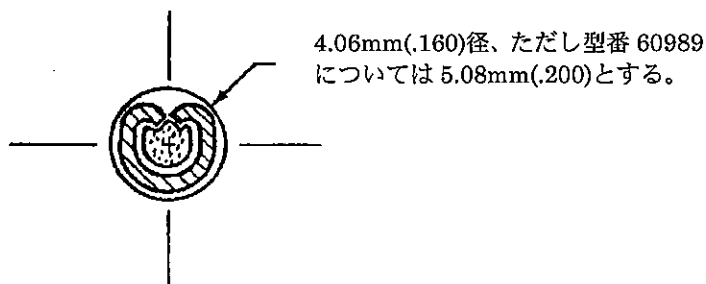

Fig.2
(1). 圧着した絶縁被覆抑えは、Fig.2 に示すようにコンタクトの中心線上に中心を有する径 4.06mm (.160) の円周区域内に入ること。ただし、型番 60989 は径 5.08mm (.200) の円周区域内に入ること。